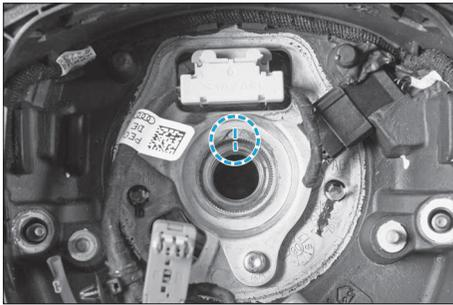

FIG. 10
- s'assurer que les roues sont en ligne droite ; repérer la position du volant (Fig.10) puis dévisser la fixation du volant pour extraire ce dernier.